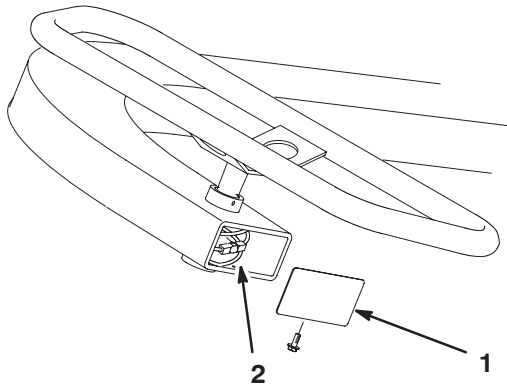

Figure 53
2. Si tous les filets de l'embout du câble ont été utilisés, il faut remplacer le câble. Si nécessaire, procédez à l'entretien de la poulie et du câble de direction sous le volant en déposant le couvercle à l'extrémité de la colonne de direction (Fig. 53).